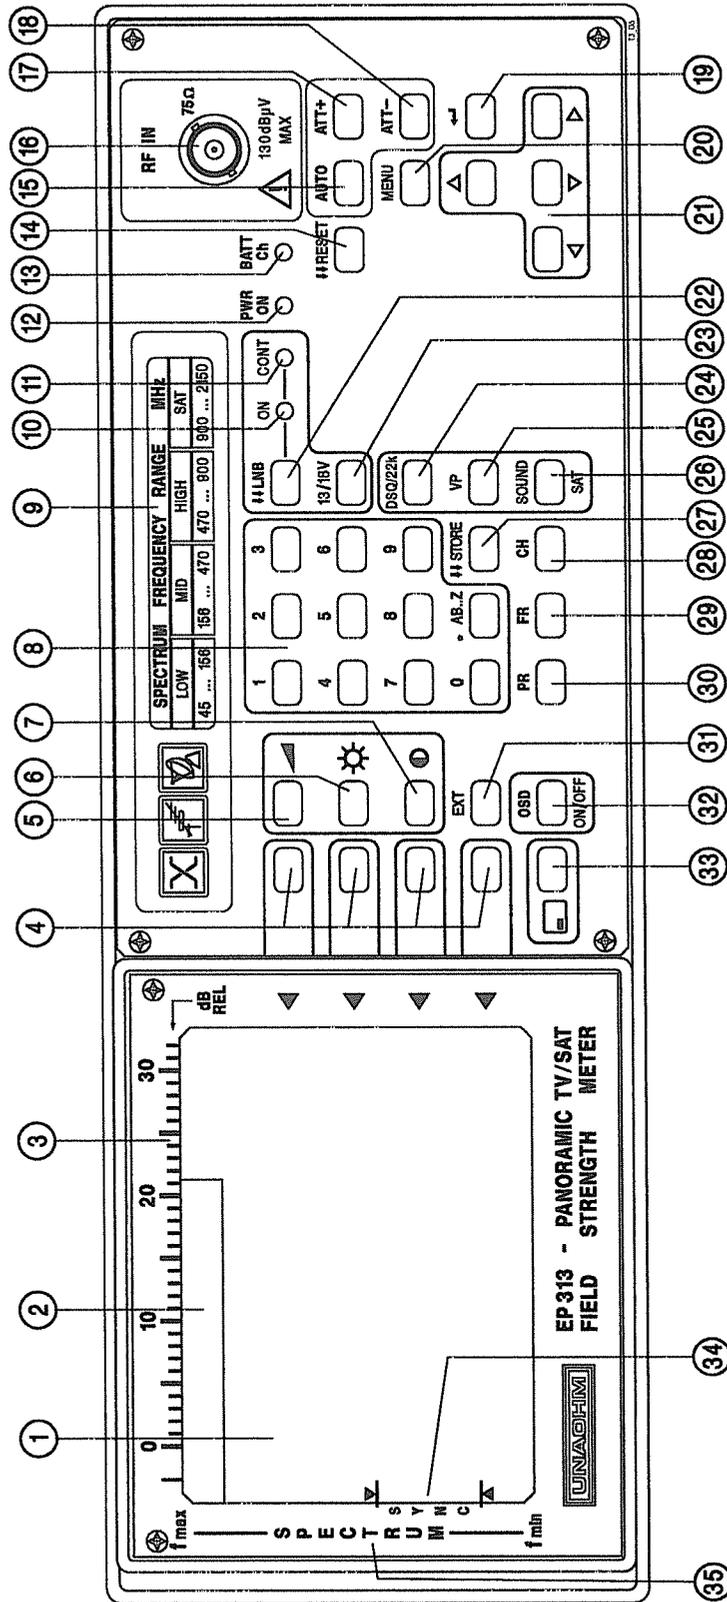
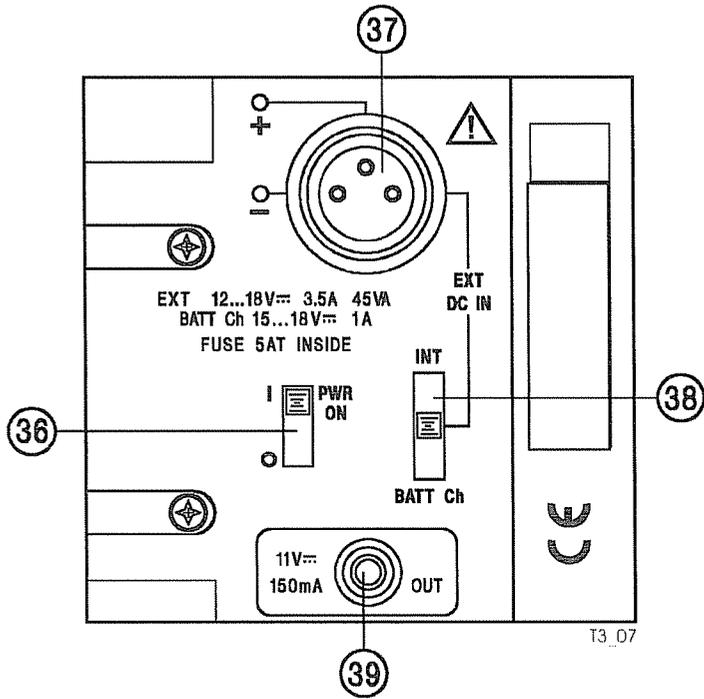
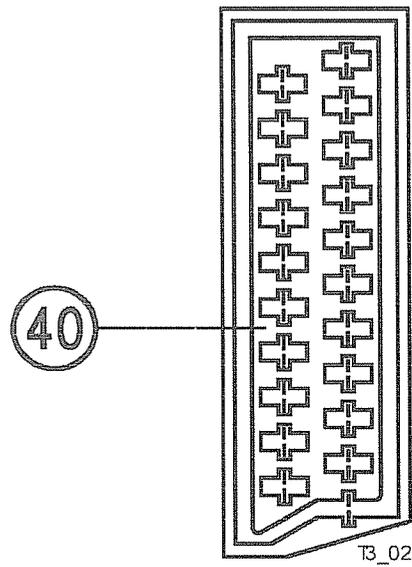

Figura 1
Figura 2
Figura 3
Per individuare la posizione dei comandi e delle connessioni fare riferimento a Figura 1, Figura 2, Figura 3. Questo capitolo dà solo una descrizione di massima; ogni elemento verrà descritto in modo più approfondito nelle sezioni riguardanti il suo uso.
E' disponibile, a disposizione dell'utilizzatore, un'uscita a 11V (39), autoprotetta e con limitazione di corrente a 150 mA (vedi Figura 2).